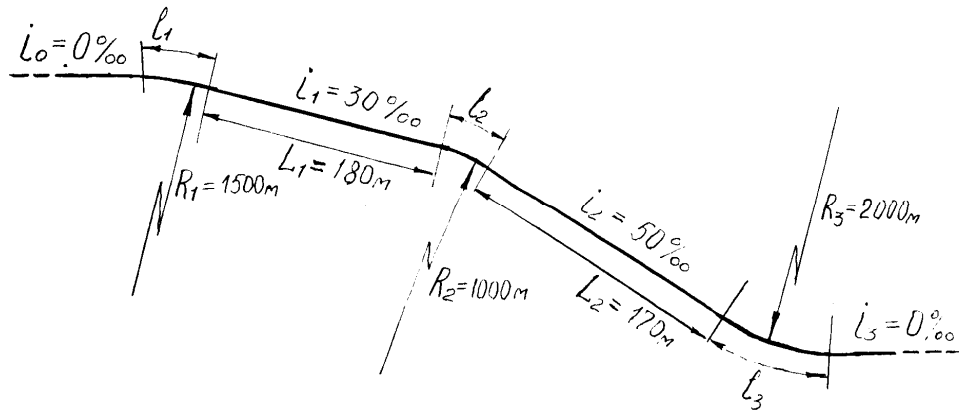

Рис. 1 – Ескіз поздовжнього профілю ділянки маршруту з ухилами
1. На ескізі поздовжнього профілю ділянки з ухилами по даним проектної документації або топографічної зйомки позначаються довжини відрізків L_1, L_2, \dots, L_n з незмінними ухилами i_1, i_2, \dots, i_n (рис. 1).